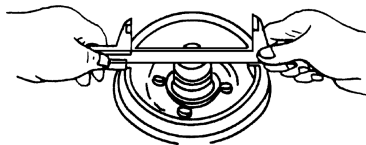

图 3-174 测量制动鼓
- 1) 测量捷达轿车制动鼓内径, 如图 3-174 所示。标准内径为 180mm , 使用极限为 181mm 。